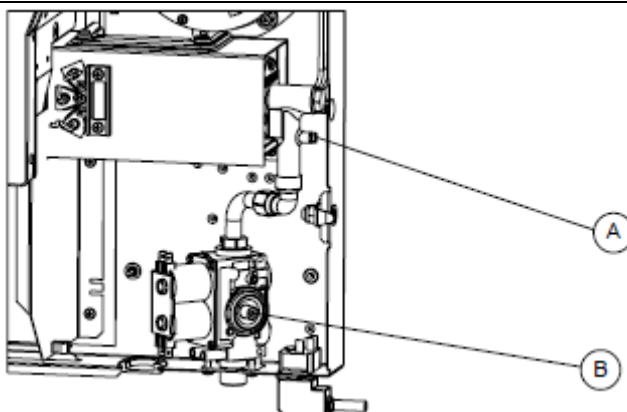

Рисунок 18 - Комплект клапана для моделей 41, 42 и 51
2. Открутите герметизирующий винт и подключите манометр к А (см. Рисунок 18).
5. Отрегулируйте давление подачи газа на горелку до указанного значения (см. Таблицу 3 на стр. 11) при помощи регулятора В (см. Рисунок 18). Поворот регулятора по часовой стрелке увеличивает давление, поворот против часовой стрелки снижает его (поворачивайте регулятор при помощи отвёртки).
6. Отрегулируйте давление подачи газа на горелку до указанного значения (см. Таблицу 3 на стр. 11) при помощи регулятора В (см. Рисунок 18). Поворот регулятора по часовой стрелке увеличивает давление, поворот против часовой стрелки снижает его (используйте ключ для регулировочных винтов №10).